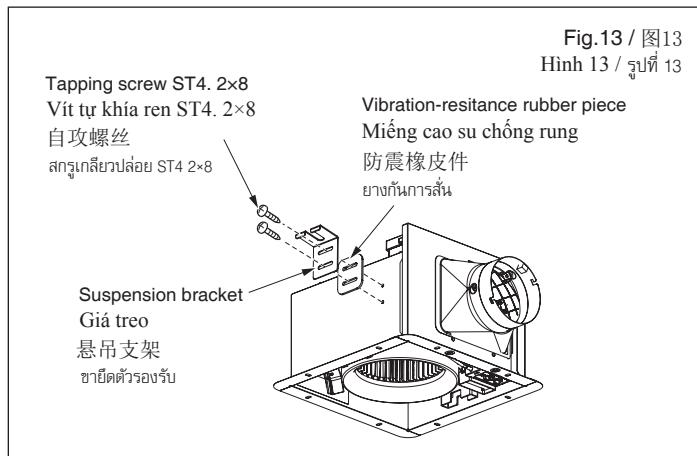

Fig.13 / 图13
- ① Secure the suspension bracket FV-KB021C (not supply) with screws (not supply) (Fig.13).
- ① Cố định giá treo FV-KB021C (không cung cấp) bằng ốc vít (không cung cấp) (Hình 13).
- ① 用螺丝(另购)固定悬吊支架FV-KB021C(另购)(图13)。
- ① ยึดขาข่ายด้วย镙บ FV-KB021C (ไม่ได้ให้มา) ด้วยสกรู (ไม่ได้ให้มา) (รูปที่ 13)